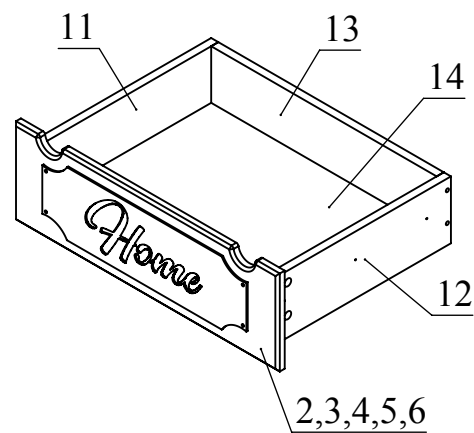
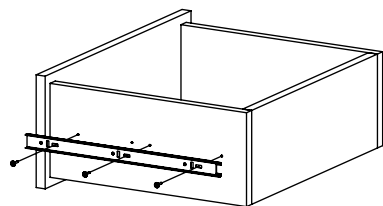

Рис.5
Рис.6
- Соберите ящики. Для этого соедините детали 12 и 13 с деталью 14 при помощи конфирмат. Затем вставьте деталь 15 в пазы деталей 12, 13, 14. Соедините деталь 2 с полученной конструкцией и затяните головки минификс (Рис.5). Закрепите внутренние планки направляющих на деталях 12 и 13 шурупами 3,5х16 (Рис.6). Остальные ящики собираются аналогично.